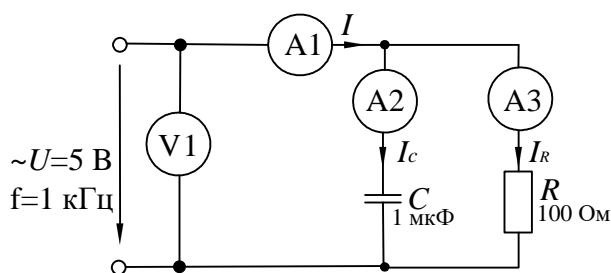
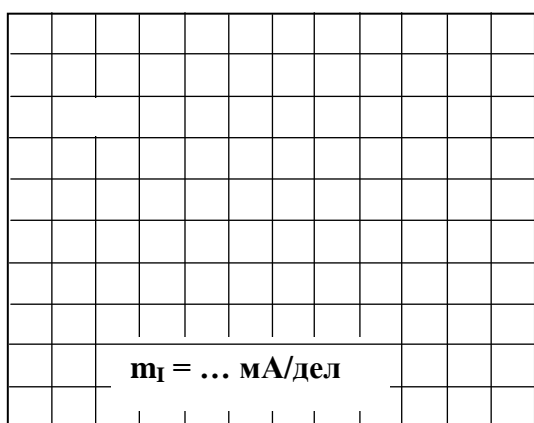
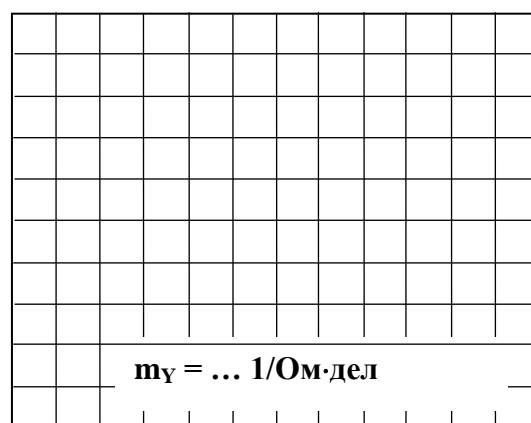

Рисунок 10 – Схема экспериментального исследования разветвленной цепи RC
Рисунок 11
Рисунок 12
1.3. Выберите масштаб и постройте векторную диаграмму токов (рис. 10) и треугольник проводимостей (рис. 11).
2.1. Соберите цепь согласно схеме (рис. 12), подсоедините регулируемый источник синусоидального напряжения и установите его параметры:  $U=5$  В,  $f=1$  кГц
2.3. Постройте векторную диаграмму токов (рис. 11) и треугольник проводимостей (рис. 12).